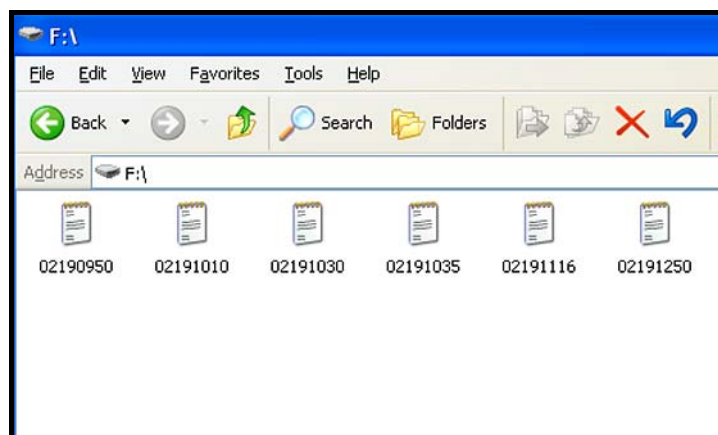

図 55 : ログファイルの一覧
2. Removable Disk のアイコンをクリックし、下の図 55 のようなウィンドウを開きます。ウィンドウ内に利用可能なログファイルが表示されます。